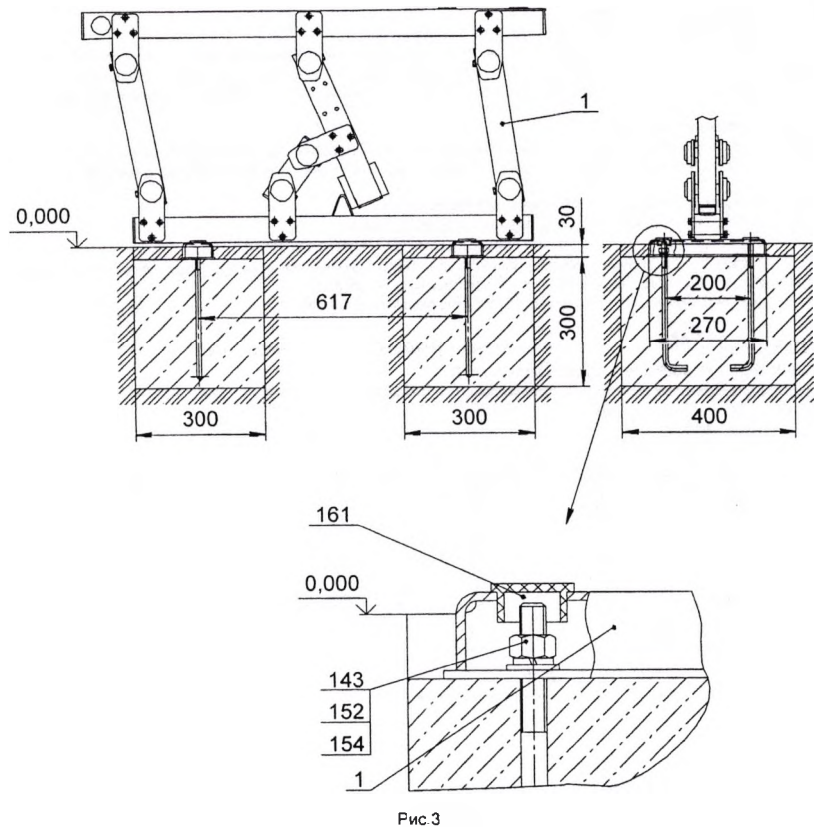

Рис.3
10.3.2 Убедиться в сухости и прочности залитого бетона. Установить металлоконструкцию поз. 1 на анкерные болты и закрепить, установить заглушки поз.161 (рис.3);